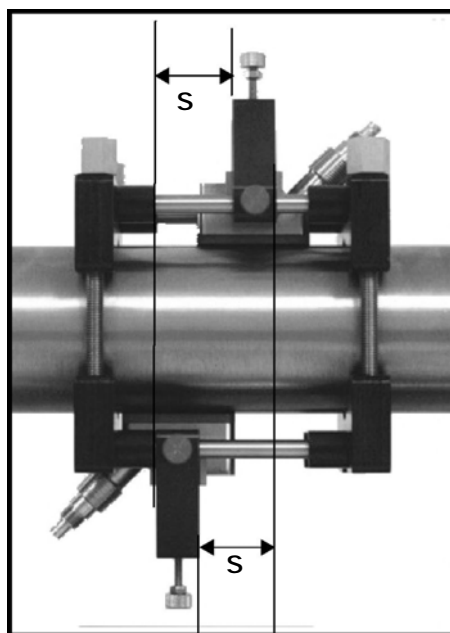

図 28:V 4 器具、平面図
ヨーク間の全体的な間隔は、左端から左端、または右端から右端にする必要があります。下図 28 に代表的な位置決めを示します。
4. 同様にして、上の図 28 に示すように、もう一方のトランスデューサを取り付けます。